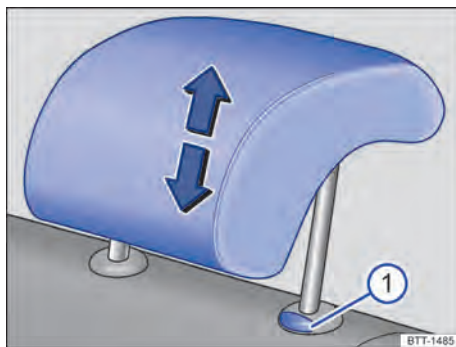
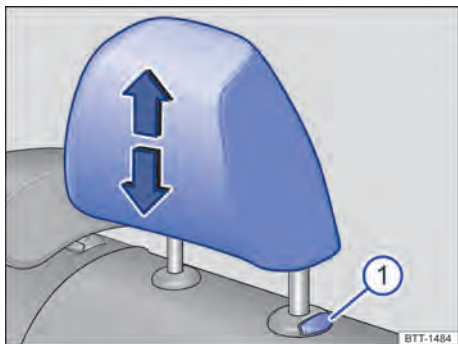

Fig. 43 Assento traseiro central: ajustar o apoio para cabeça.
Fig. 42 Assentos traseiros laterais: ajustar o apoio para cabeça.
- Empurrar o apoio para cabeça para cima no sentido da seta ou, com o botão → Fig. 42 ① ou → Fig. 43 ① pressionado, empurrar para baixo → ⚠.